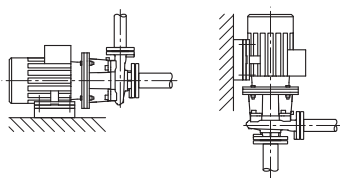

Fig. 41: Исполнение BL
- Блочные насосы серии BL следует устанавливать на фундаментах или консолях достаточных размеров (Fig. 41). В насосах типа BL необходима поддержка для электродвигателя, начиная с мощности двигателя 18,5 кВт, см. примеры монтажа насоса BL (Fig. 42).